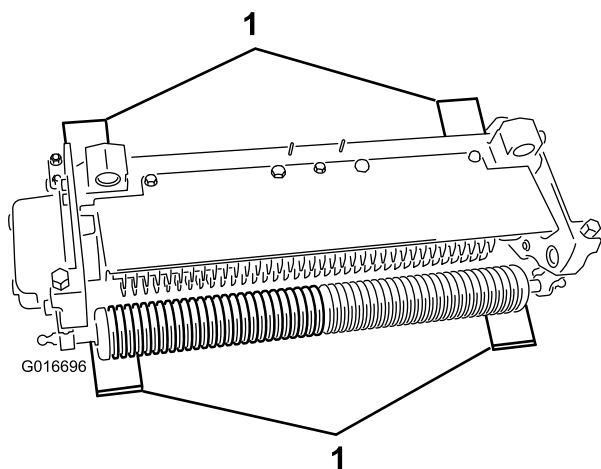

图9
2. 将 4 个所需厚度为刀片穿透深度的调刀尺分别放在切根滚刀组前、后滚筒的下面（图9）。